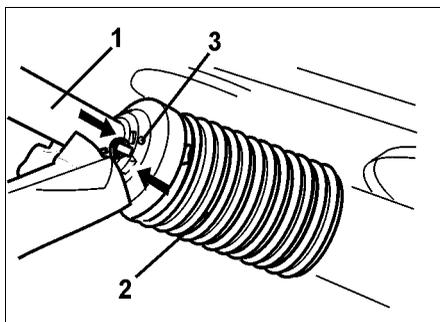

Fig. 23
- Spingere la protezioni a cono (Fig. 23/1) e muovere l'imbuto a destra e sinistra fino a posizionarlo (Fig. 23/2)
- Inserire il bullone di bloccaggio (Fig. 23/3).